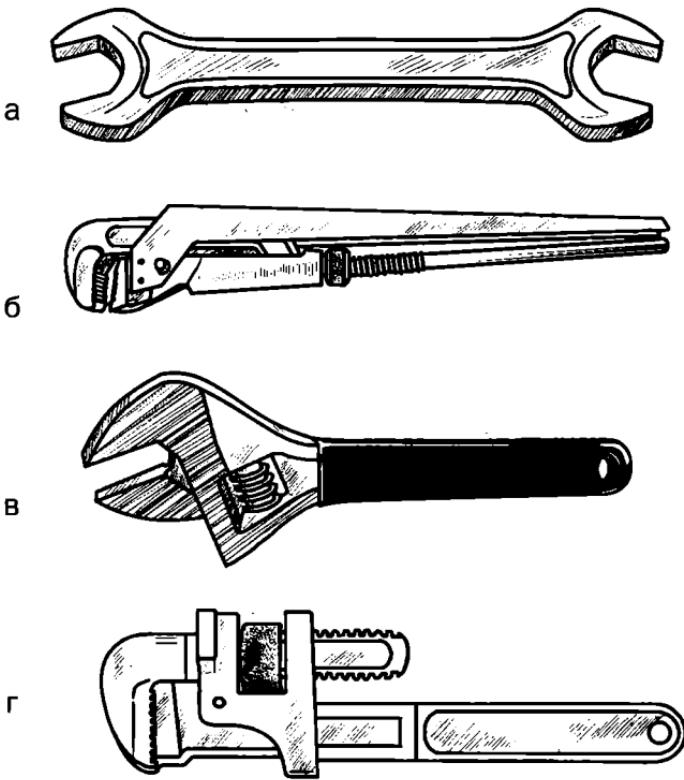

Рис. 32. Ключи для сантехнических работ: а — гаечный; б — рычажный; в — раздвижной; г — ключ Стиллсона
- гаечные ключи (рис. 32, а). Как правило, вполне достаточно иметь три двухсторонних
- рычажный ключ, или газовый (рис. 32, б), является универсальным инструментом, так как подходит для труб, муфт, контргаек и пр. При этом деталь также заклинивается между губками. Газовые ключи предназначены для работы (откручивания и закручивания) с округлыми деталями, в частности с трубами. Они изготавливаются разных размеров (1, 2, 3, 4, 5) и используются для фиксации труб различного диаметра ($10\text{--}36$, $20\text{--}50$, $20\text{--}63$, $25\text{--}90$, $32\text{--}120$ мм соответственно). Домашнему сантехнику вполне достаточно иметь ключи размеров 1 и 2. Иногда на ключе вместо номера могут стоять аббревиатура КТР («ключ трубный рычажный») и цифры, которые указывают наименьший и наибольший диаметры деталей, для которых он может подходить. В таком случае для текущего ремонта сантехники подойдет ключ 5–30.
- с помощью раздвижного ключа (рис. 32, в) вы легко отвернете детали, имеющие грани (например, шайбы, болты и пр.), прочно захватите и сможете вращать цилиндрические элементы. Этот ключ может выдержать значительные нагрузки, поскольку предназначается для работы с резьбовыми соединениями трубопроводов. Его конструкция включает в себя подпружиненную губку, которая обладает ограниченной
- ключ Стиллсона (рис. 32, г), который удобен при работе в труднодоступных местах, например при манипуляциях с раковинами и сифонами. Поскольку его диаметры строго определенные, желательно иметь несколько экземпляров.